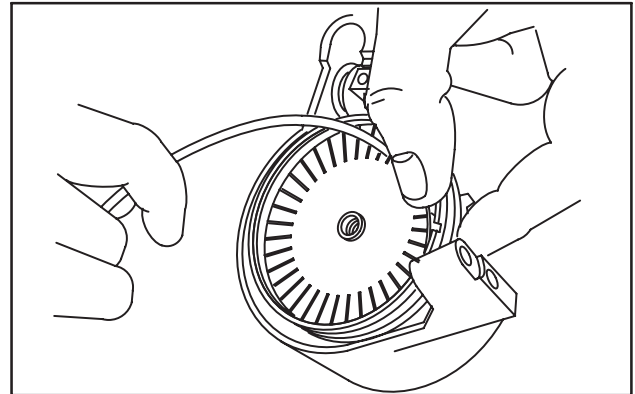

Fig. 57
2. Accrocher l'extrémité du ressort dans l'arrêteur de ressort sur la périphérie de la poulie, Fig. 57.